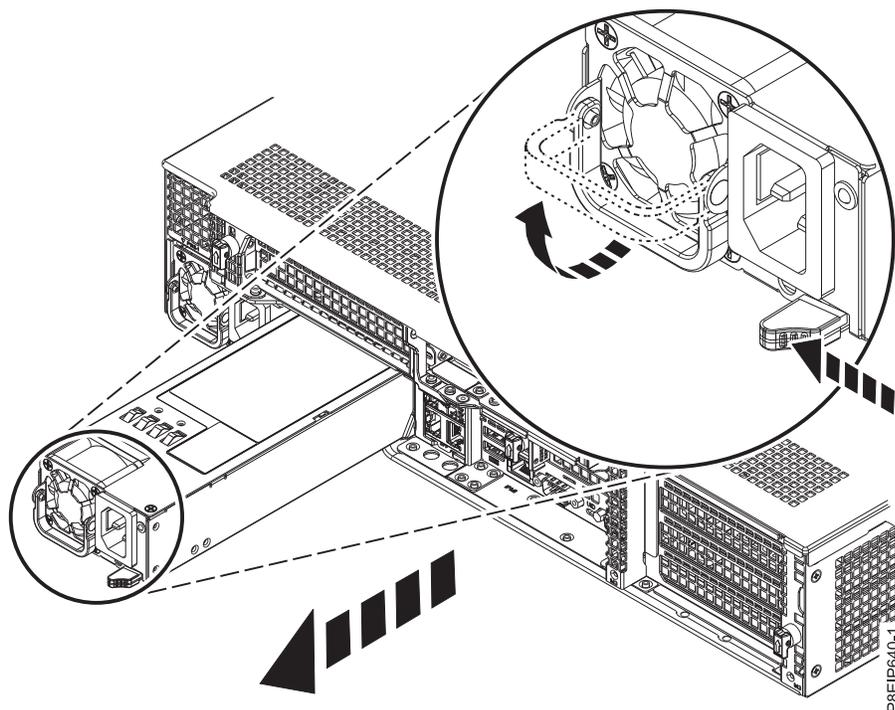

Figura 80. Removendo uma fonte de alimentação do sistema
- a. Para desprender a fonte de alimentação de sua posição no sistema, empurre a guia de travamento para a esquerda conforme mostrado na Figura 80.